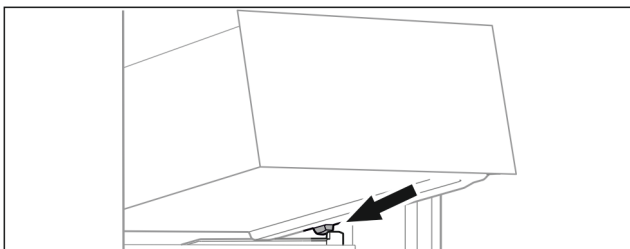

Fig. 132
- Placer le tiroir, en l'inclinant, derrière les butées sur la nervure de récipient. (voir Fig. 132)